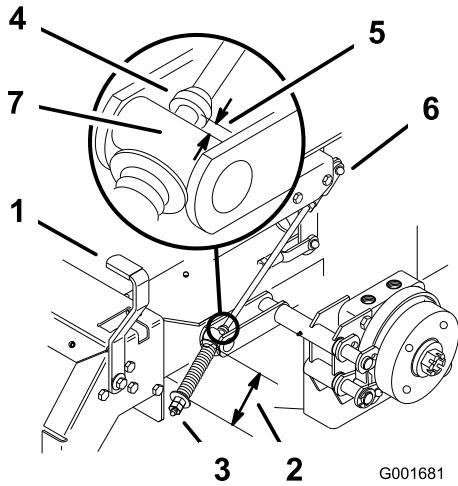

Figura 48
2. Mida la longitud del muelle; debe ser de 74 mm entre las arandelas (Figura 48).
- A. Afloje la contratuerca que está justo por debajo del muelle y apriete la tuerca que está directamente debajo de la horquilla (Figura 48).
6. Mida la distancia entre el muñón y el collar de la varilla de freno. La medida debe ser de 5 a 7 mm (Figura 48).
- Gire las tuercas de ajuste inferiores hasta obtener la medida correcta (Figura 48).